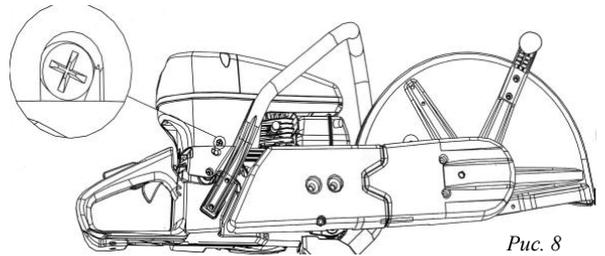

Рис. 8
- Отворачивайте болт регулировки оборотов холостого хода (*отмеченный на рис. 8*), в направлении по часовой стрелке, пока диск не станет вращаться.